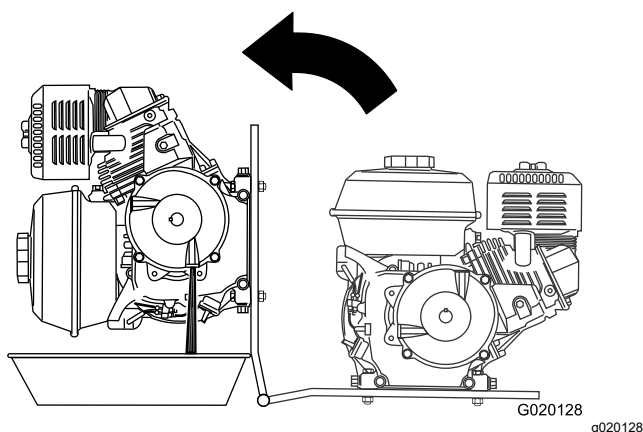

Figure 63
8. Placez un bac de vidange sous la charnière du plancher moteur (Figure 63).
9. Faites pivoter le moteur sur le côté charnière du plancher moteur et vidangez l'huile du carter réducteur (Figure 63).